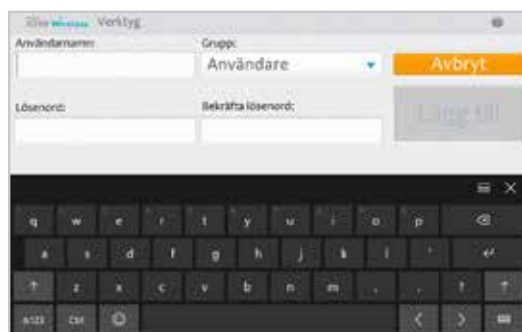

Bild 8-41: Fönstret Lägg till ny användare
2. Tryck på Ny användare. Fönstret Lägg till ny användare öppnas. Se bild 8-41.